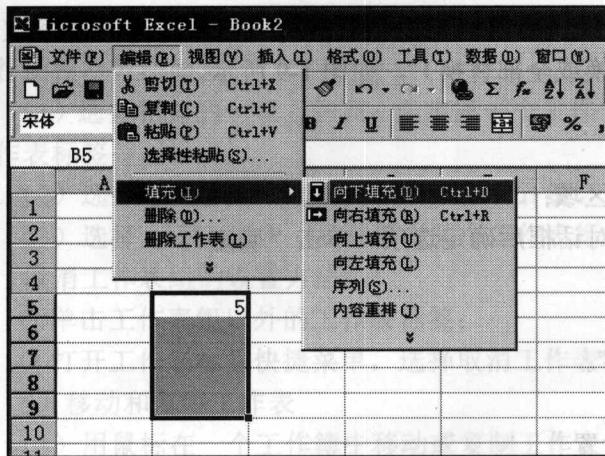

图 1-6 “填充”对话框
(1) 确定并选择要填充到相邻区域的单元格，或某一行、某一列的单元格区域；
(2) 选择“编辑|填充|向下填充”，如图 1-6 所示；